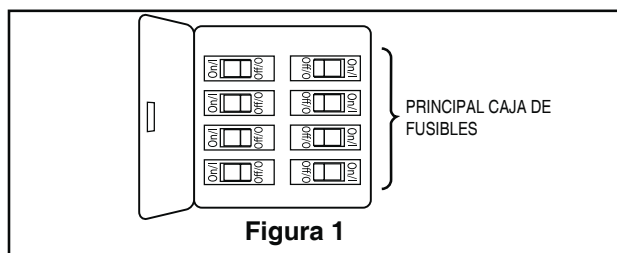

Figura 1
Idea de diagrama de uso de perfil bajo (Figura 1)
1. Extraiga la pieza de la bola colgante de la unidad de la bola colgante / varilla aflojando el tornillo de presión de la bola colgante hasta que la bola se libere de la varilla. Retire el pasador del barral y luego extraiga la semiesfera. Conserve el pasador y la semiesfera para su reinstalación en el Paso 6 (Figura 1).
Para evitar una posible descarga eléctrica, asegúrese de cortar la alimentación eléctrica de la caja de fusibles principal antes de colgar el ventilador. (Figura 1)